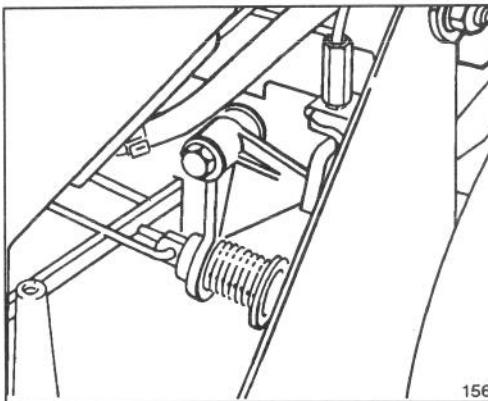

Figure 27
4. Eliminer tous les débris qui ont pu s'accumuler dans la zone derrière le panneau (Fig. 27).